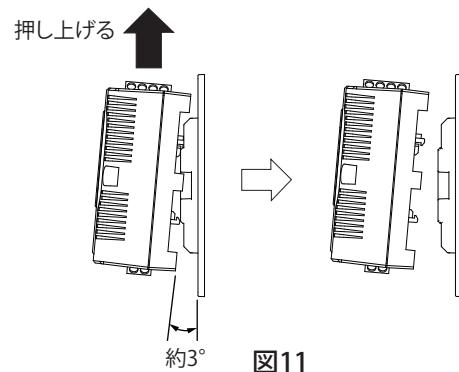

図11
2. 約 3° の角度を保持した状態で上方へ押し上げます。(図 11)